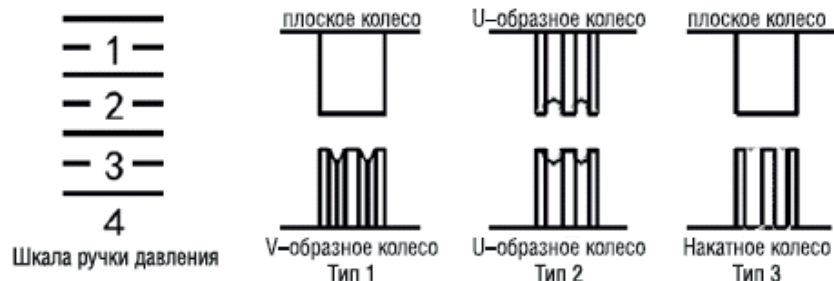

Рис. 13
С помощью гаечного ключа поверните винт регулировки тормозного усилия (1), чтобы отрегулировать тормозное усилие (как показано на Рис. 13) Тормозное усилие должно быть умеренным.